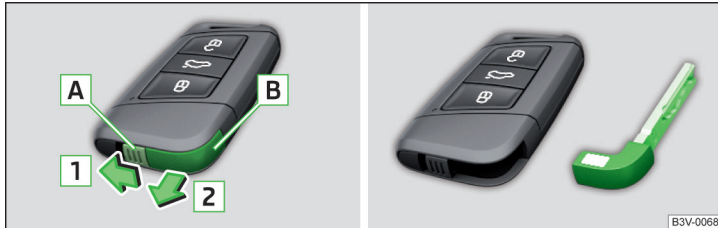

Abb. 341 Notschlüssel herausnehmen
- › Die Rastnase **A** in Pfeilrichtung **1** entriegeln und den Notschlüssel **B** in Pfeilrichtung **2** herausnehmen » Abb. 341.